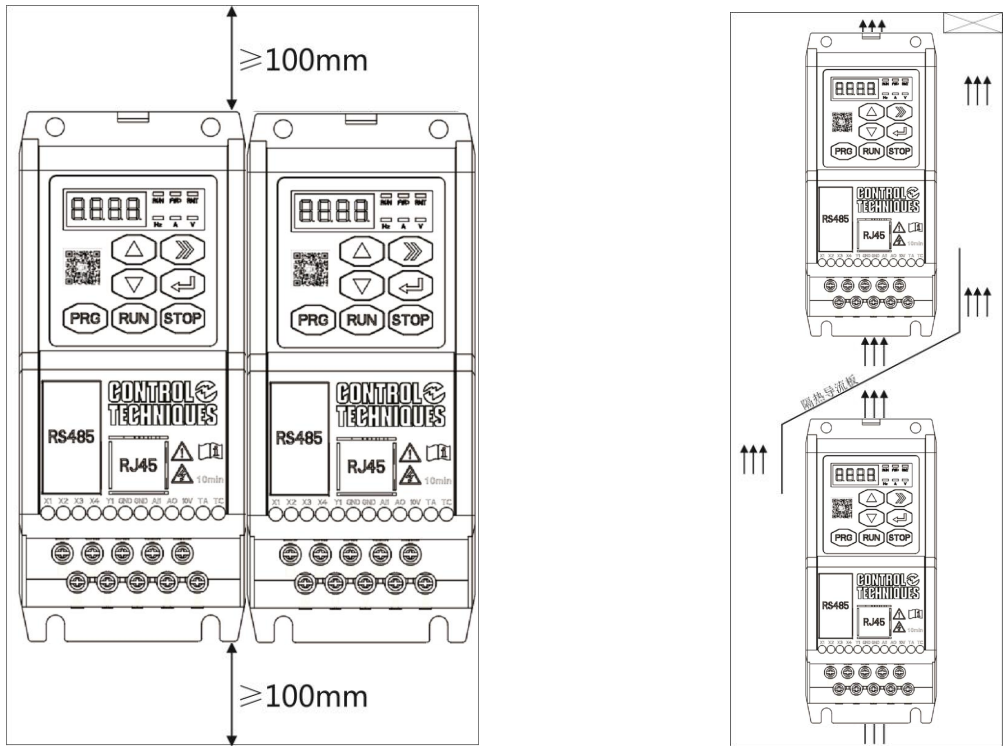

图 3-1 Captain XL 系列变频器安装示意图
- 1) 请垂直安装变频器，便于热量向上散发，但不能倒置安装。若柜内需同时安装多台变频器时，最好是并排安装。在需要上下安装の場合，请参考图 3-1 的示意图，安装隔热导流板。
- 2) 安装空间按照图 3-1 所示，保证变频器的散热空间，但安装时请考虑柜内其他器件的散热情况。